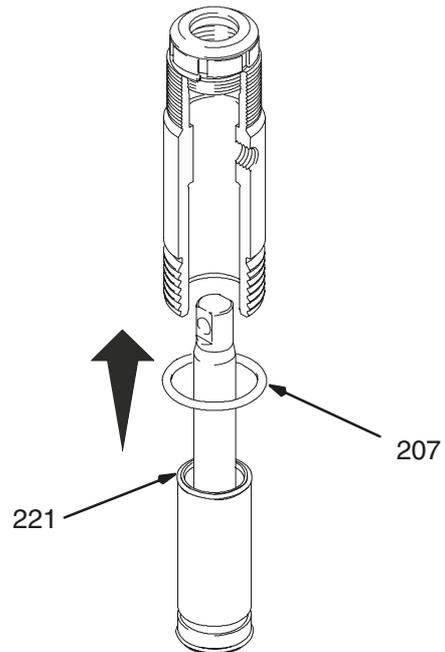

Fig. 17. 7582A
Fig. 17. Engrase la junta tórica (221) y colóquela en el manguito. Deslice el conjunto del manguito/varilla del pistón en la parte inferior del cilindro. Si lo desea, reemplace la junta tórica (207).